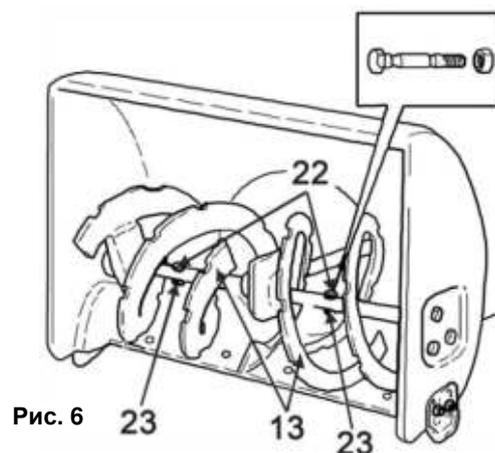

Рис. 6
- Лопастей шнека (13) крепятся к валу редуктора с помощью специальных срезных болтов (22) с контргайками (23)(См. Рис.6) или, в зависимости от модели, шплинтом со шпилькой.